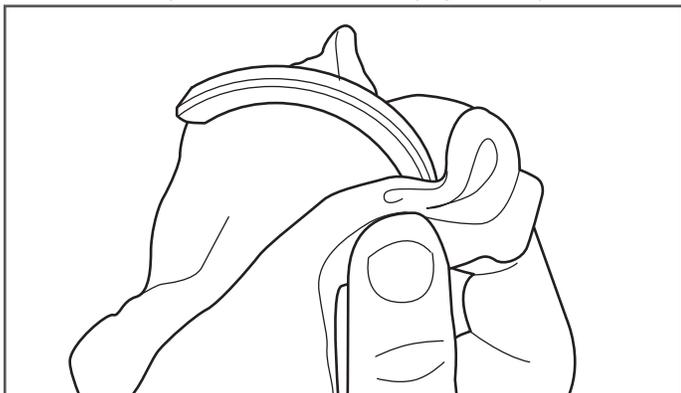

Figura 9-6
6. Limpie los aros partidos e inspecciónelos para detectar cualquier defecto visible. (Figura 9-6)